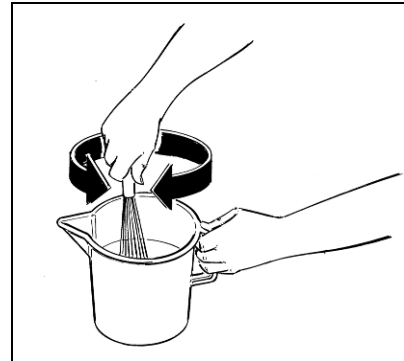

Fig. 4
- Diluer et mélanger, dans un récipient à part, le produit avec de l'eau ou du lait selon les instructions du producteur (voir figure 4).